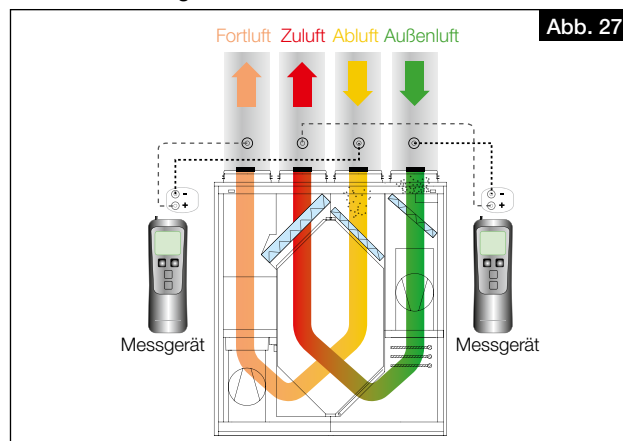
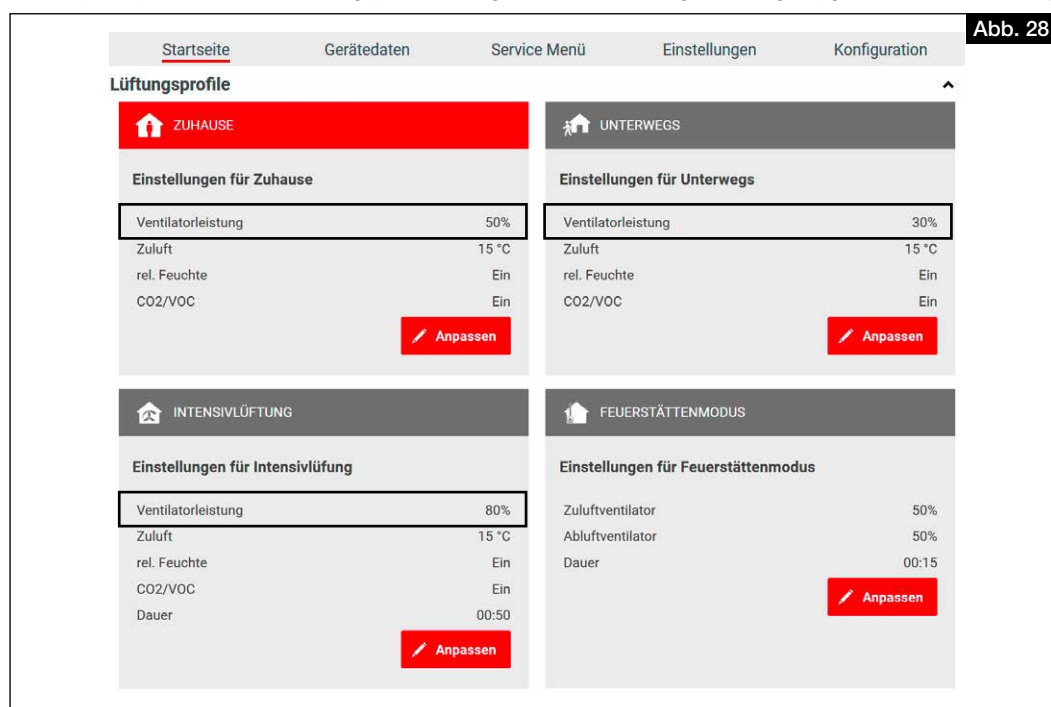

Abb. 27
Abb. 28
1. Druckmessstutzen in der Zu- und Abluftleitung sowie der Fort- und Außenluftleitung des Gerätes installieren (s. Abb. 27).
- ① **Ca. 20 cm gerade Beruhigungsstrecke zum Messstutzen einhalten!**
2. Über die Software easyControls 3.0 oder das Bedienelement KWL-BE Touch für die Ventilatorleistungen folgende Werte im jeweiligen Lüftungsprofil hinterlegen: **Unterwegs: 30 % / Zuhause: 50 % / Intensivlüftung: 80 %** (vgl. Abb. 28).
4. Die ermittelten Differenzdrücke der Zu- und Außenluftmessung in die Kennlinie des Gerätes für Zuluft (s. Abb. 23 und Abb. 25), entsprechend der im Lüftungsprofil hinterlegten Ventilatorleistungen, eintragen (vgl. Abb. 28 und Abb. 29).
5. Die ermittelten Differenzdrücke der Ab- und Fortluftmessung in die Kennlinie des Gerätes für Abluft (s. Abb. 24 und Abb. 26), entsprechend der im Lüftungsprofil hinterlegten Ventilatorleistungen, eintragen (vgl. Abb. 28 und Abb. 29).